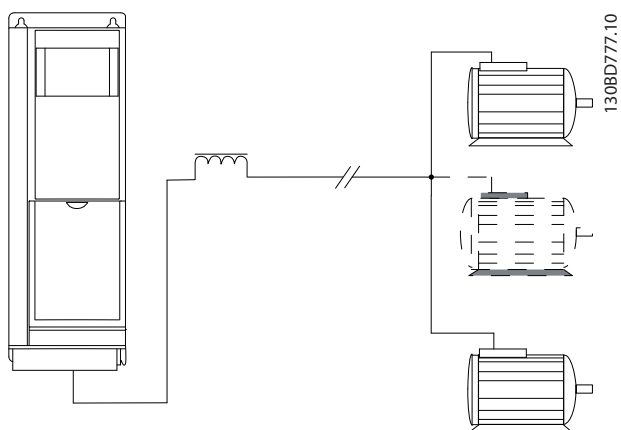
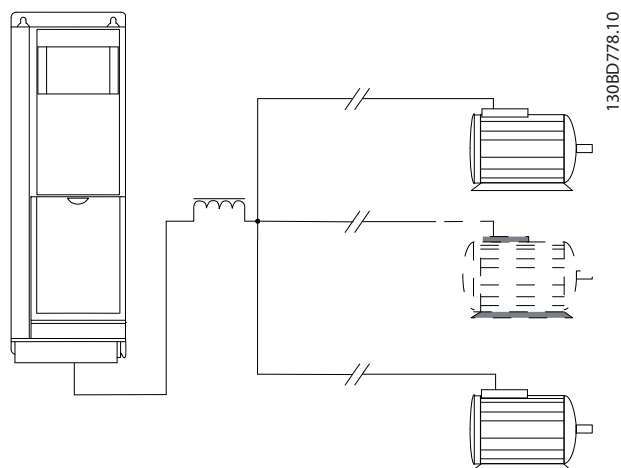

Рисунок 3.14 Параллельные кабели с нагрузкой
Рисунок 3.15 Индуктивно-емкостной фильтр для длинных параллельных кабелей
- Требование к общей длине кабелей двигателей, упомянутое в Таблица 3.4, действительно лишь в случае, когда длина каждого из параллельных кабелей не превышает 10 м, см. Рисунок 3.14 и Рисунок 3.15.
- Учитывайте перепад напряжений между кабелями двигателя, см. Рисунок 3.15.
- При наличии длинных параллельных кабелей используйте индуктивно-емкостной фильтр, см. Рисунок 3.15.